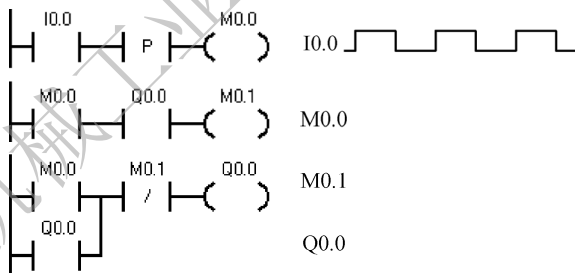

图 3-37 题 20 的图
20. 画出图 3-37 中 M0.0、M0.1 和 Q0.0 的波形图。